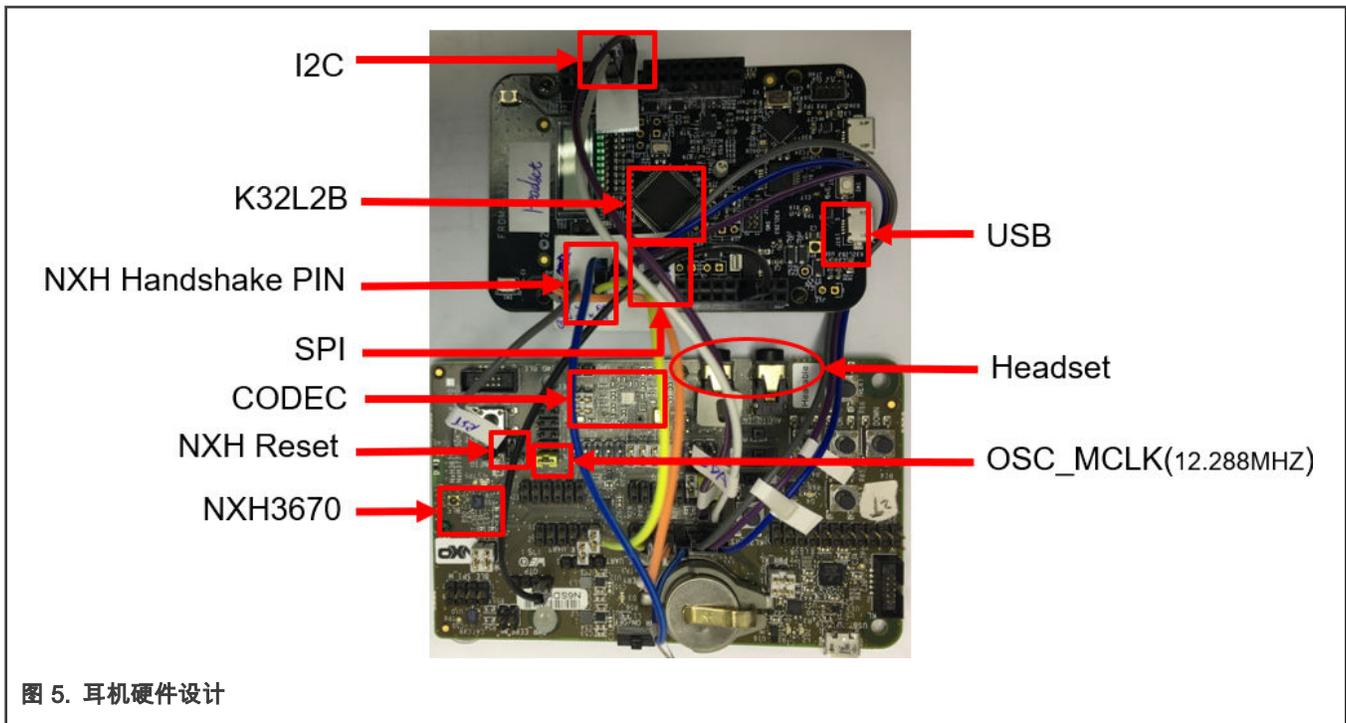

图 5. 耳机硬件设计
本节介绍基于 FRDM-K32L2B 和 KL27 耳机板的 K32L2B 耳机的硬件设计。图 5 显示组件和接口。
- 该 NxH3670 与 CODEC 通信使用 I2S (如 图 5 所示，所附 9-10、11-12 和 13-14 的跳线表明，它们可以直接传输数据，而不需要 K32L2B 的额外操作)。
- 用户必须确保跳线 9-10 (J10 CLK_SELECT, 图 5 中的黄色跳线 OSC_MCLK (12.288 MHz)) 的存在，因为它被用来获得 12.288 兆赫的频率，然后可以提供 24.576 兆赫的频率给 I2S_MCLK。